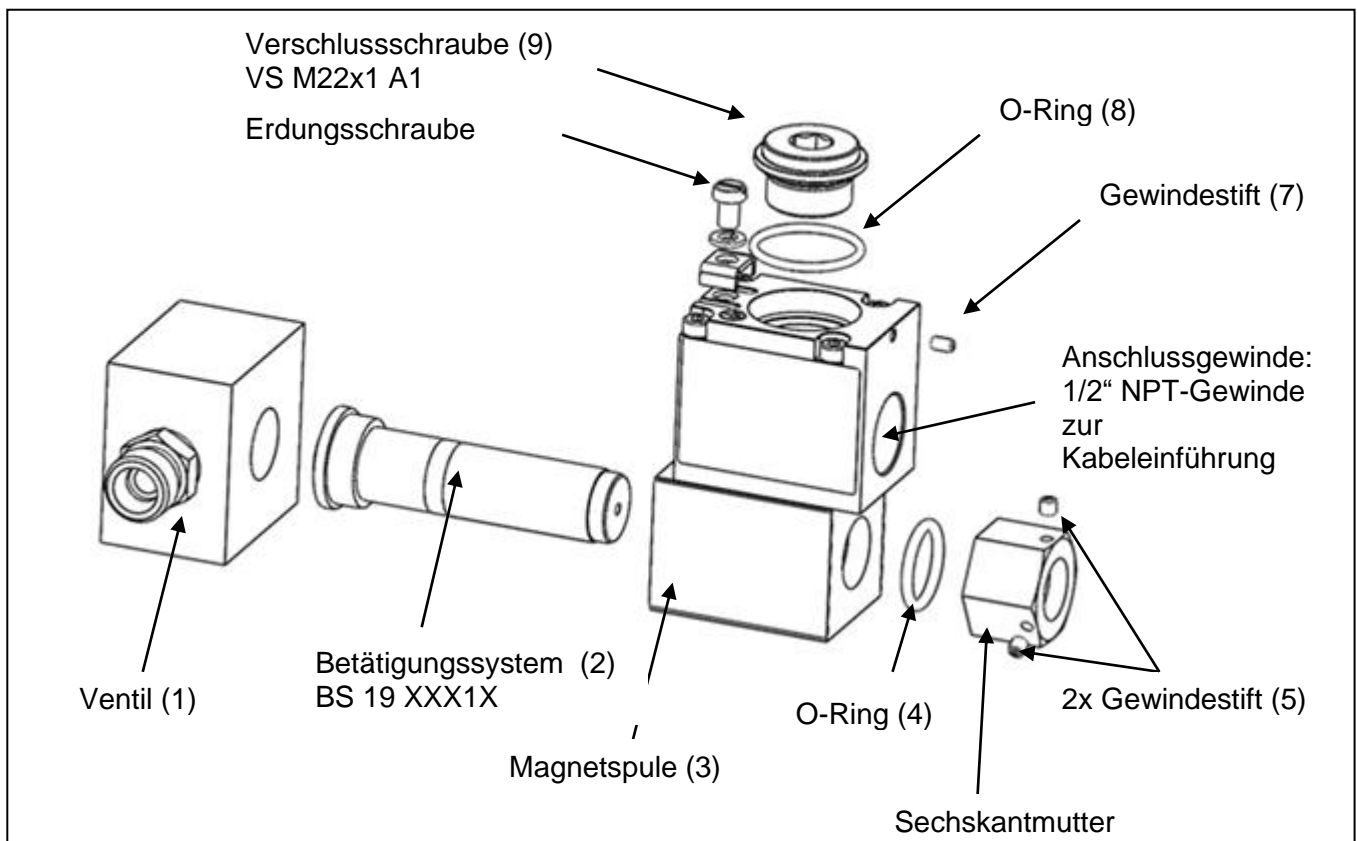
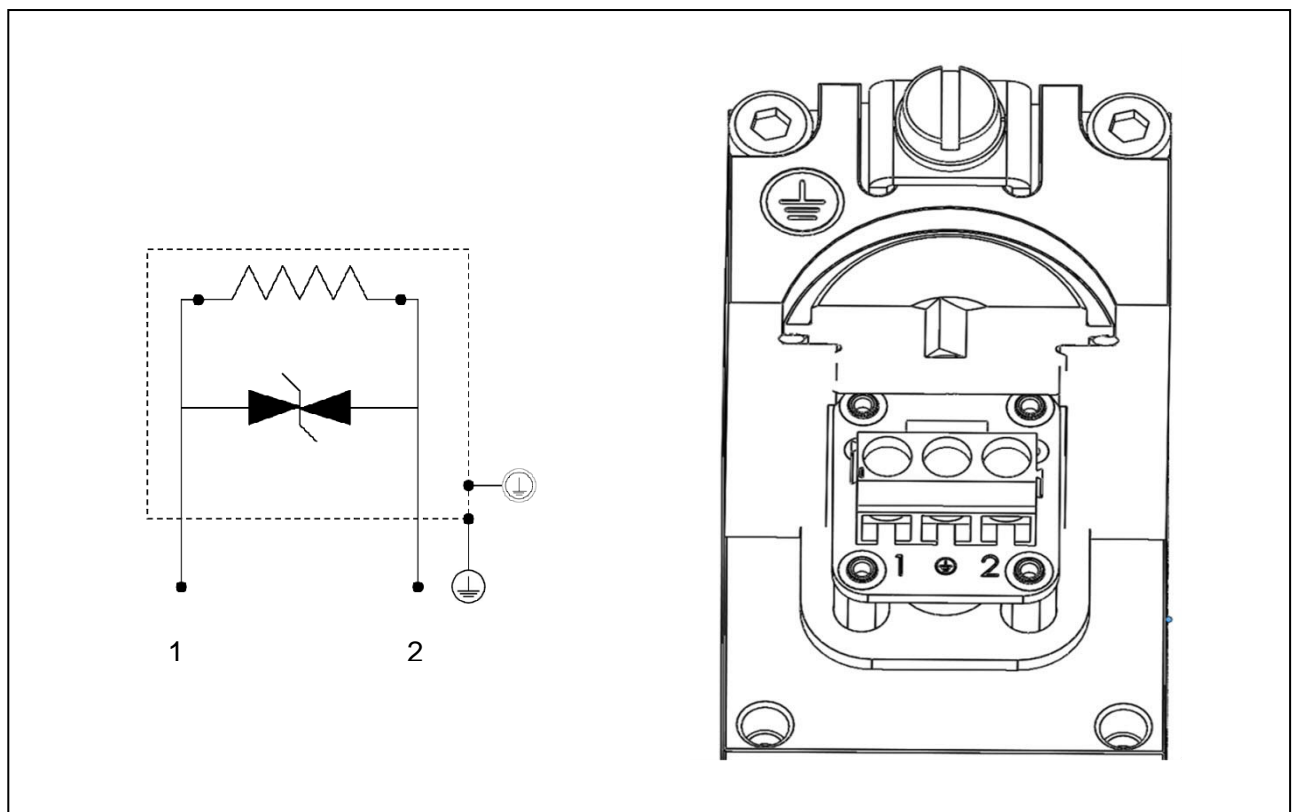

Abb. 2: Montage
Abb. 3: Elektrischer Anschluss
Die Reihenfolge der Arbeiten beim Einbau der Magnetspule (3) in das Betätigungssystem (2) ist in Abb. 2 dargestellt. Beachten Sie die in Tabelle 2 angegebenen Anziehdrehmomente.
Schieben Sie die Magnetspule (3) in der in Abb. 2 dargestellten Reihenfolge über das Betätigungssystem (2) und bringen Sie O-Ring (4) und Sechskantmutter (6) an. Ziehen Sie die Sechskantmutter (6) fest an, bis sich das Betätigungssystem durch die zu erwartenden Vibrationen nicht mehr verdrehen kann. Sichern Sie die Sechskantmutter mit den mitgelieferten Gewindestiften (5) gegen Losdrehen. Siehe Tabelle 2 für die Anziehdrehmomente.
- ☞ Lösen Sie zum Öffnen der Magnetspule (Abb. 2 Montage) Gewindestift (7) und Verschlusschraube (9) mit den in Tabelle 2 angegebenen Werkzeugen. Achten Sie darauf, dass die umgebenden Flächen trocken sind.
- ☞ Entfernen Sie den Verschlusschraube (9). Dabei ist darauf zu achten, dass weder das Gewinde noch die Dichtung beschädigt oder verschmutzt werden.
- ☞ Schließen Sie die elektrische Versorgung gemäß Schaltplan an die jetzt zugängliche Klemme an (Abb. 3). Siehe Tabelle 3 für zulässigen Leitungsquerschnitt und erforderliches Anzugsdrehmoment (Tab. 2).